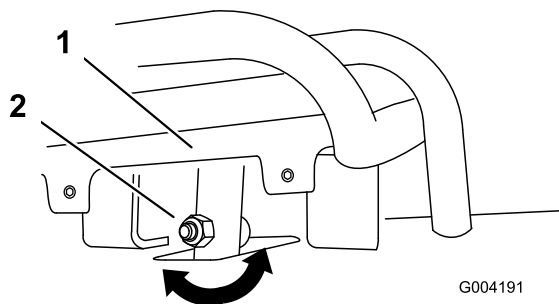

Figura 52
4. Se la parte anteriore del comando della trazione non rimane dritta e a filo con la barra di riferimento, allentate il dado flangiato e imbullonate lo stelo del comando della trazione (Figura 52).
5. Regolate il comando della trazione in modo che rimanga a filo con la barra di riferimento quando viene tirato all'indietro (Figura 52 e Figura 53).